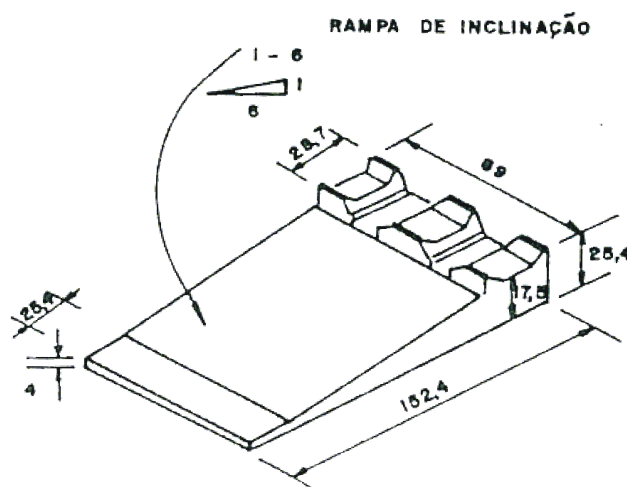

FIGURA 2
- b) rampa de aço, conforme Anexo – Figura 2;